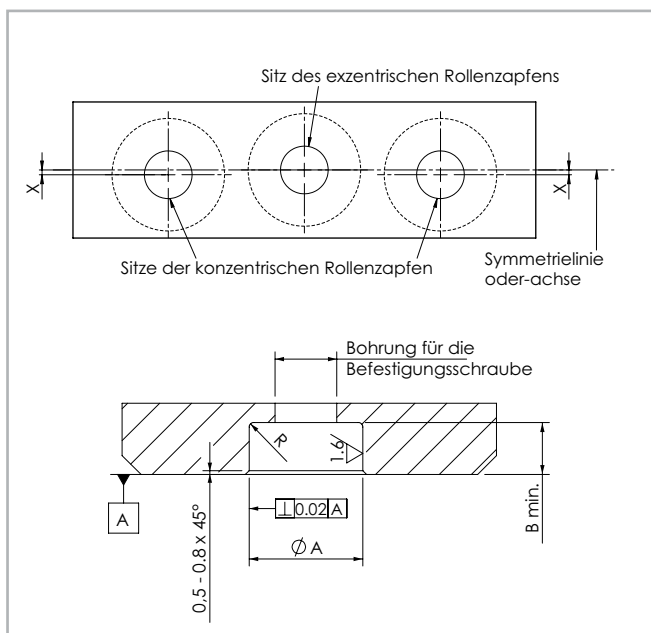

Abb. 69
- Für den Einbau von Rollen des Typs CPN/CPA, CPNX/CPAX, CRN/CRA, CRNX/CRAX ist es erforderlich, einen Versatz in der Konstruktion gemäß den in Abb. 69 gezeigten Maßen herzustellen.